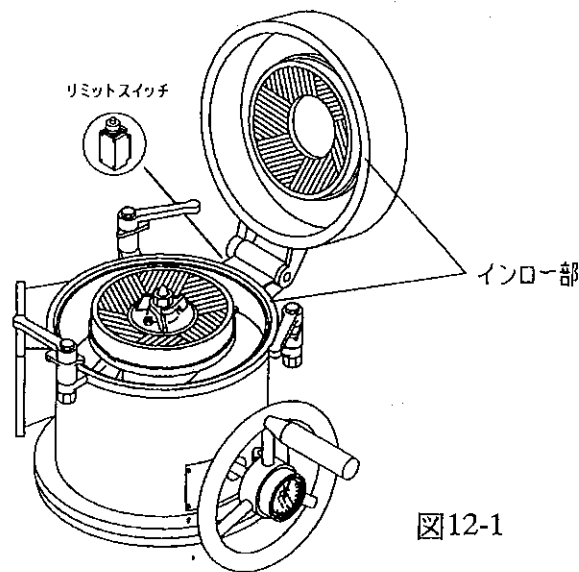

図12-1
- d 本体と上蓋本体のインロー部に異物が付着していることを確認し、締め込みハンドルで上蓋本体を確実にロックします。(図12-1)